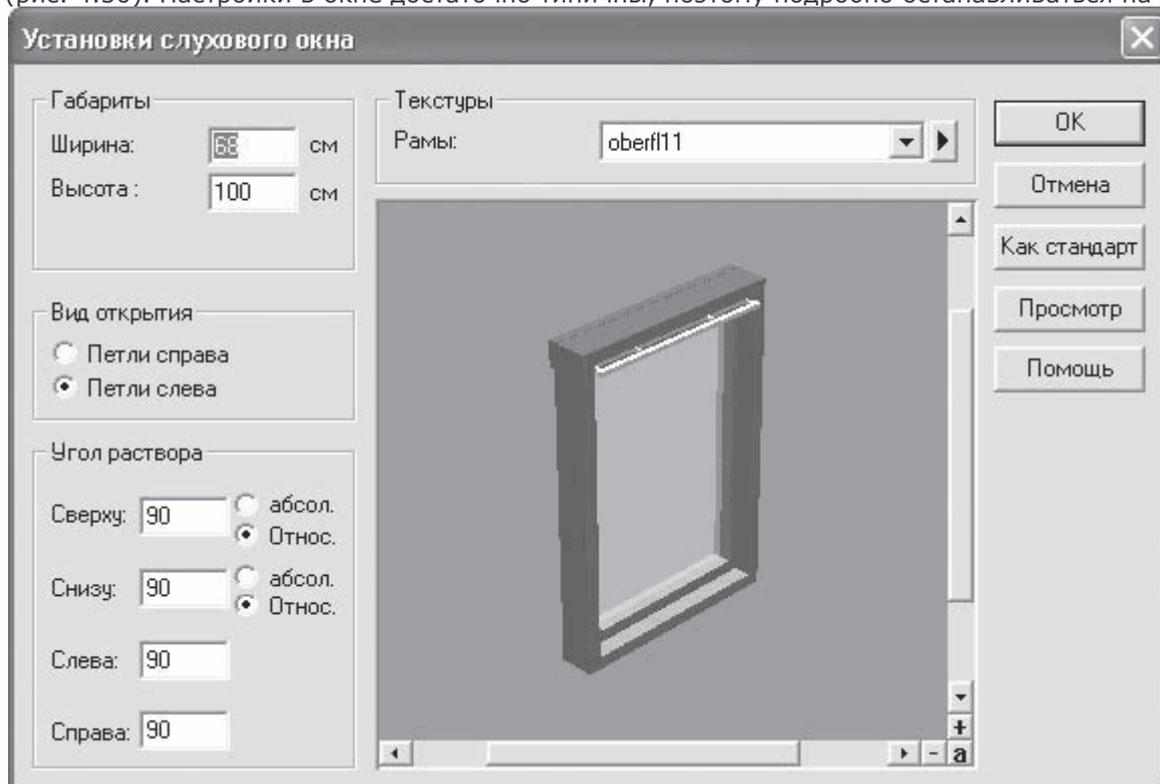

Рис. 4.50. Настройка параметров слухового окна
в группе кнопок для построения мансардных окон (эта кнопка идет первой в группе), но не спешите размещать окно на крыше. Щелкните правой кнопкой мыши на пиктограмме этой кнопки. В результате появится окно Установки слухового окна (рис. 4.50). Настройки в окне достаточно типичны, поэтому подробно останавливаться на них не будем.
2. Щелкните на ней правой кнопкой мыши, чтобы вызвать окно настроек. Оно будет отличаться от приведенного на рис. 4.50 только изображением на панели предварительного просмотра.